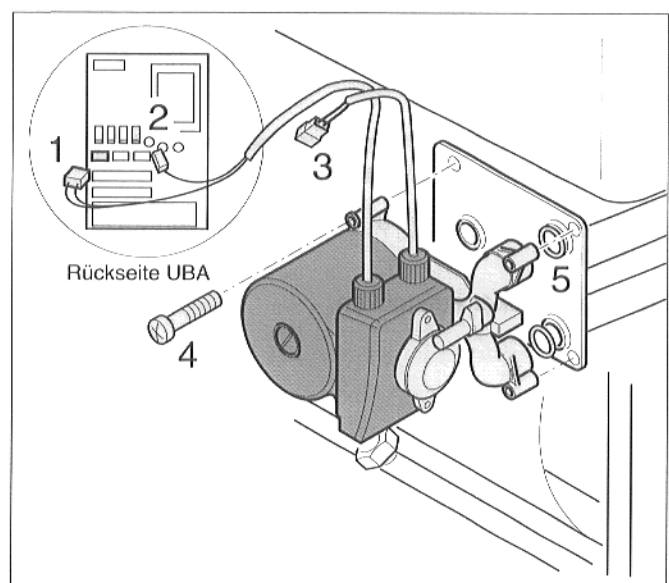

Abb. 18 Umwälzpumpe tauschen, Linea-Kombi 23
- Vier Kreuzschlitz-Schrauben an der Umwälzpumpe lösen und Pumpe abziehen (Abb. 18, Pos. 4).
- Dichtringe der drei Rohranschlußstutzen tauschen und mit Gleitmittel bestreichen (Abb. 18, Pos. 5).
- Kabelschuhe (Abb. 18, Pos. 1 und 2) im UBA aufstecken.